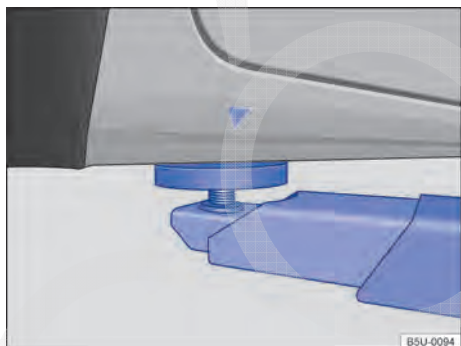
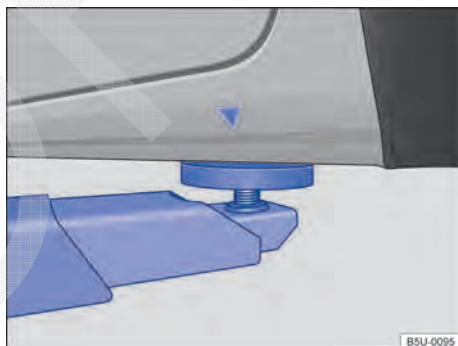

Fig. 144 Pontos de apoio dianteiros para a suspensão com plataforma elevatória ou com macaco.
Fig. 145 Pontos de apoio traseiros para a suspensão com plataforma elevatória ou com macaco.
O veículo deve ser suspenso somente pelos pontos indicados nas figuras ⇒ **Fig. 144** e ⇒ **Fig. 145**. Se o veículo não for suspenso pelos pontos indicados, podem ocorrer danos no veículo ⇒  e ferimentos graves ⇒ .
- Suspender o veículo somente pelos pontos indicados nas figuras ⇒ Fig. 144 e ⇒ Fig. 145. Se o veículo não for suspenso pelos pontos indicados, o veículo poderá cair da plataforma elevatória quando, por exemplo, o motor ou a suspensão for desmontado.